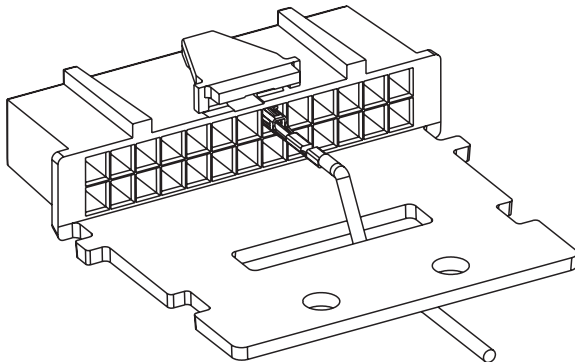

Figura 3a. Dispositivo antitrazione per fili
1. Cablare i fili attraverso il connettore, come illustrato nella Figura 3a; alternativamente, se alla radio mobile sono collegati più accessori, cablare i fili come descritto nella Figura 3b, quindi fissarli con una fascetta per cablaggio.